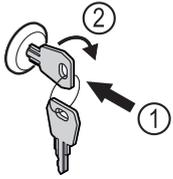

Fig. 46 Примерно изображение
- ▶ Пъхнете ключа Fig. 46 (1).
- ▶ Завъртете го на 90° по посока на часовниковата стрелка Fig. 46 (2).